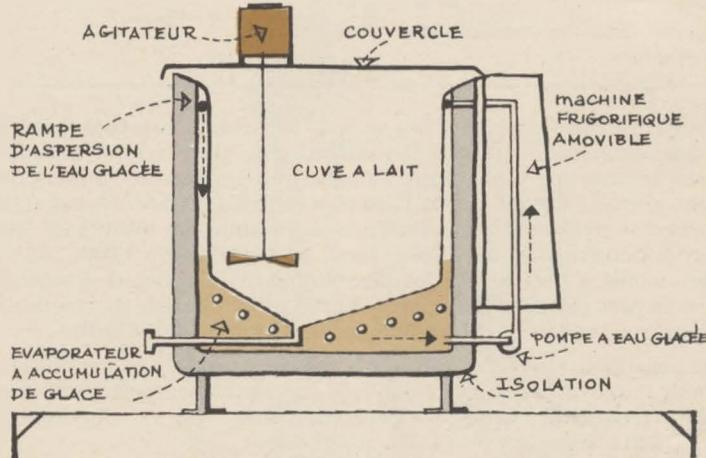

Fig. 2
- par contact de la cuve avec de l'eau glacée produite par le groupe frigorifique. Suivant les constructeurs, plusieurs dispositions sont rencontrées dans ce cas : la partie inférieure de la cuve baigne dans l'eau glacée immobile ou bien celle-ci est brassée par une pompe auxiliaire, ou encore, pompée sur la périphérie externe de la cuve le long de laquelle elle ruisselle avant de retomber dans le bac inférieur (fig. 2).